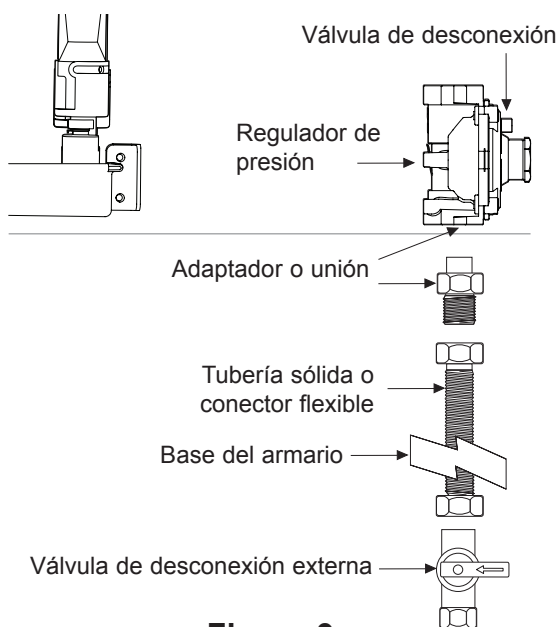

Figura 9
7. Conexión al gas (ver Figura 9)